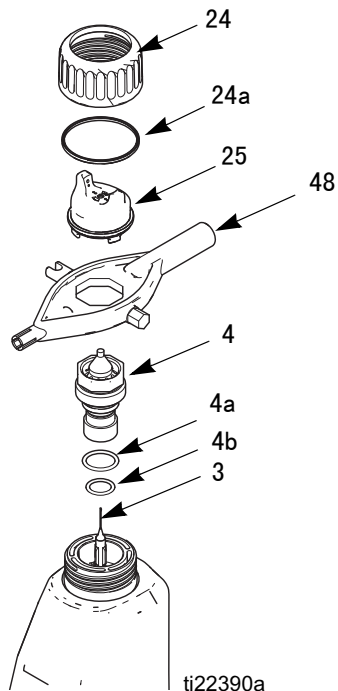

图 18. 空气帽 / 喷嘴更换
2. 卸下固定环 (24) 和空气帽 (25)。参见图 18。
3. 用多用工具 (48) 拆卸流体喷嘴 (4) 组件时让喷枪朝上。